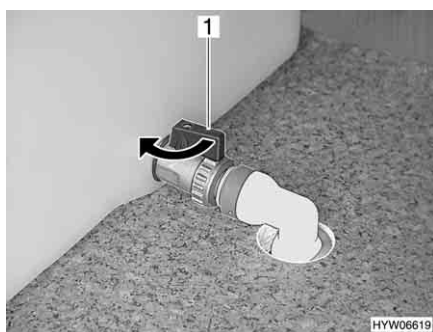

Fig. 209 Serbatoio dell'acqua, rubinetto di scarico acqua
- Chiudere il rubinetto di scarico acqua del serbatoio dell'acqua. Ruotare la leva (Fig. 209,1) nella direzione della freccia.